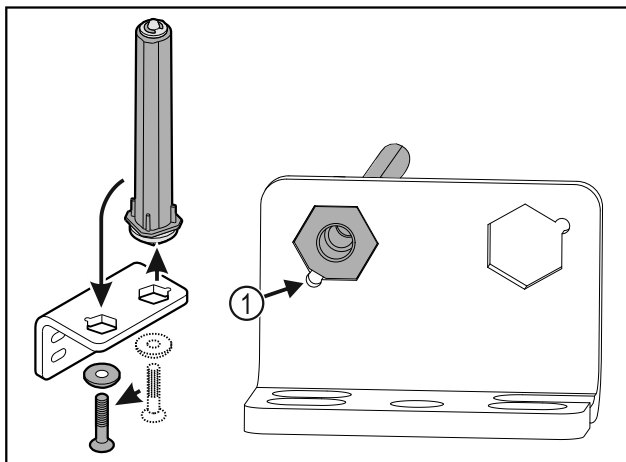

Fig. 27
- ▶ Βεβαιωθείτε ότι κατά την τοποθέτηση η λοξοτομή του πείρου είναι στραμμένη Fig. 27 (1) προς τη στρογγυλή οπή.